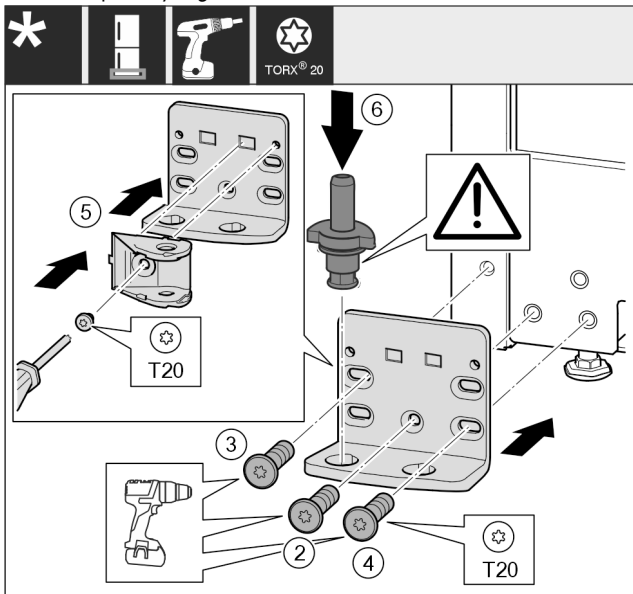

Fig. 32
- ▶ Установіть опорний кронштейн з іншого боку та прикрутіть його за допомогою викрутки. Почніть із гвинта Fig. 32 (2), що розташовується внизу посередині.
- ▶ Закрутіть гвинт Fig. 32 (3) і гвинт Fig. 32 (4).
- ▶ Поверніть з'єднувальний елемент демфера Fig. 32 (5) на 180°. Пригвинтіть з іншого боку опорного кронштейна за допомогою викрутки.
- ▶ Повністю вставте опорний гвинт Fig. 32 (6). При цьому виступ фіксатора повинен бути спрямований назад.